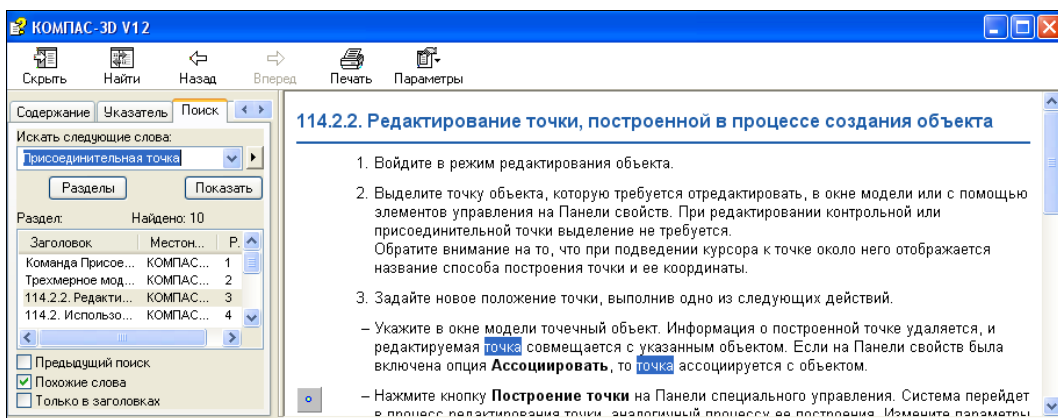

Рис. 1.16. Справочная система с открытой вкладкой **Поиск**
- вкладка **Поиск** (Search) — на этой вкладке происходит вызов системы диалоговых окон. Для вызова справки в окно **Искать следующие слова** введите, например, **Присоединительная точка** и нажмите кнопку **Показать**. Система в нижней части окна выведет список разделов, в которых имеется это слово. Выделите нужный раздел и в правой части появится необходимая информация (рис. 1.16);